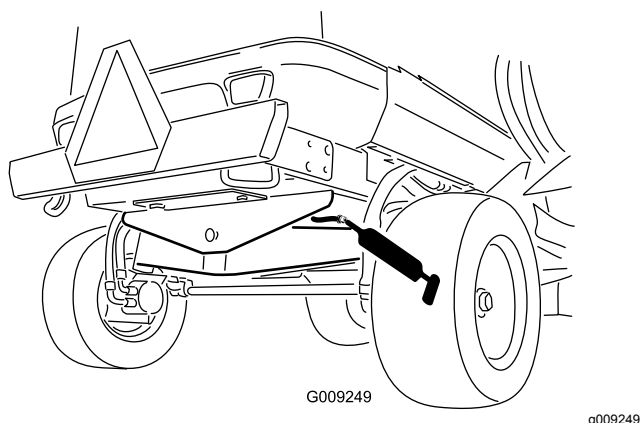

Figura 88
- 1 casquillo de pivote del eje trasero (Figura 88)